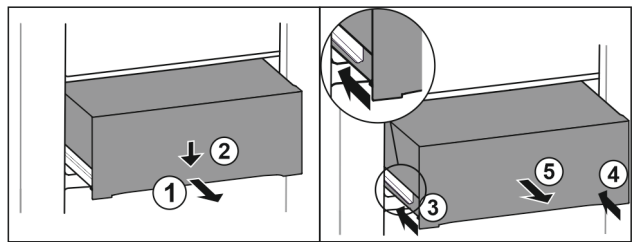

Fig. 94
- ▶ Витягніть ящик на половину. Fig. 94 (1)
- ▶ Спрямуйте висувний ящик вниз спереду. Fig. 94 (2)
- ▶ Вставте ліву рейку приблизно на 2 см. Fig. 94 (3)
- ▶ Вставте праву рейку приблизно на 2 см. Fig. 94 (4)
- ▶ Вийняти висувний ящик рухом вперед. Fig. 94 (5)